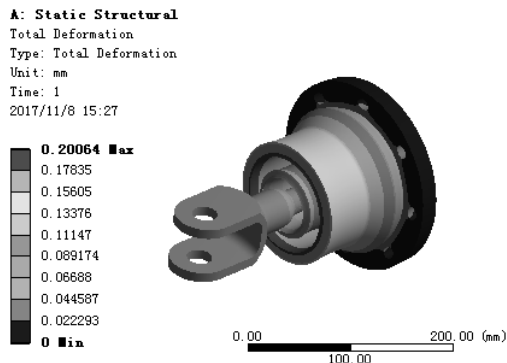

图 7.10.10 位移变形结果图解
(3) 查看位移变形结果图解。在“Outline”窗口中选中 **Total Deformation**, 查看图 7.10.10 所示的位移变形结果, 其最大位移为 0.20064 mm。